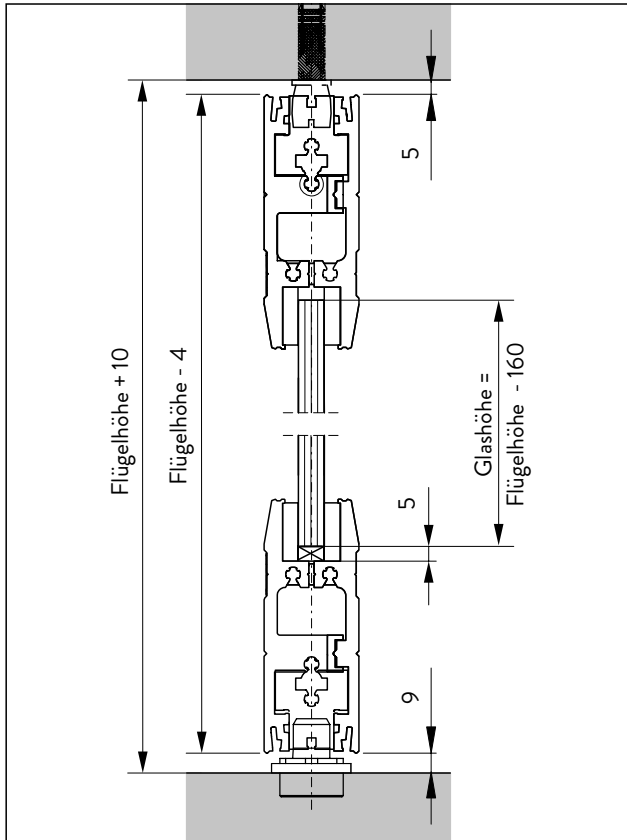

Abb. 17 Abzugsmaße des Flügels ohne Abdeckprofile
1. Die Abzugsmaße des Flügels beachten (Abb. 17).